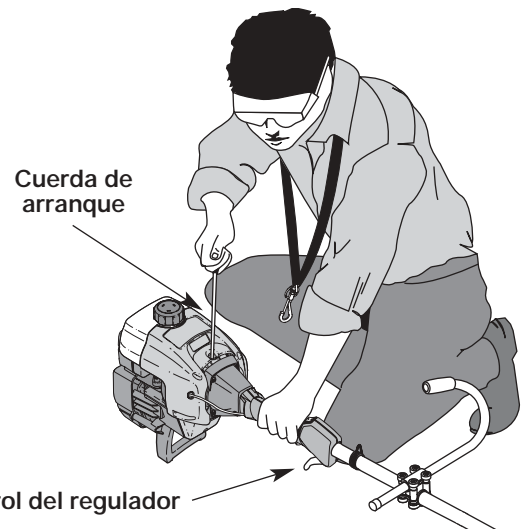

Fig. 18
**ADVERTENCIA:** Evite los arranques accidentales. Colóquese en posición de inicio cuando tire de la cuerda de arranque (Fig. 18). El operador y la unidad deben estar en una posición estable al arrancar la unidad para evitar graves lesiones personales.
5. Con la unidad en la posición de arranque (Fig. 18), **NO APRIETE EL CONTROL DE ACELERACIÓN**, hale la cuerda de arranque con fuerza 5 veces, la palanca EZ-Start™ debe estar hacia la izquierda. Si la unidad empieza a funcionar antes de la quinta tirada de la cuerda, avance hacia el Paso 6. Si el motor no comienza, regrese al Paso 3.
1. Saque la mano del control del regulador (Fig. 18). Deje enfriar el motor en mínima.